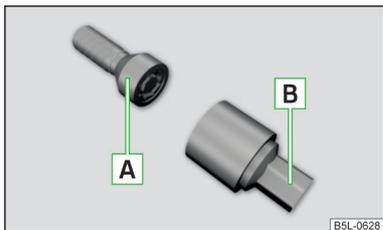

Fig. 150
Los tornillos de rueda antirrobo protegen las ruedas de un robo. Se pueden **soltar/apretar** solamente con el suplemento B » fig. 150 .
- Introducir el suplemento B » fig. 150 hasta el tope sobre el tornillo de rueda antirrobo A.
- Introduzca la llave de rueda hasta el tope sobre el tornillo de rueda. Usar el suplemento para los tornillos de la rueda antirrobo correspondientes » fig. 150 de la pág. 140.